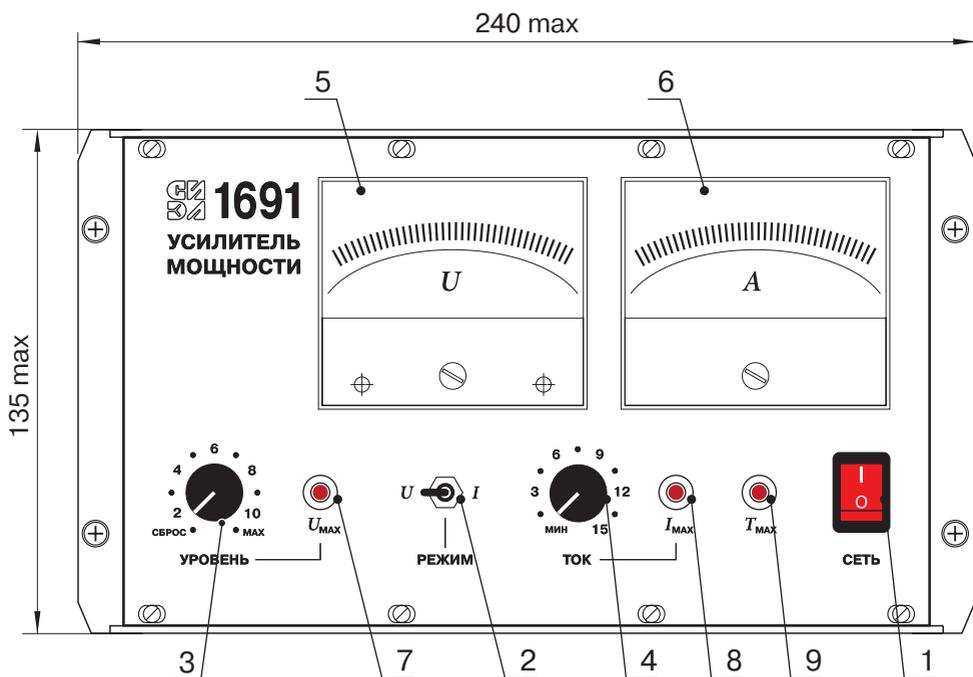

Рис. 3.1.
3.2. Органы управления УМ, расположенные на лицевой панели (см. рис. 3.1).